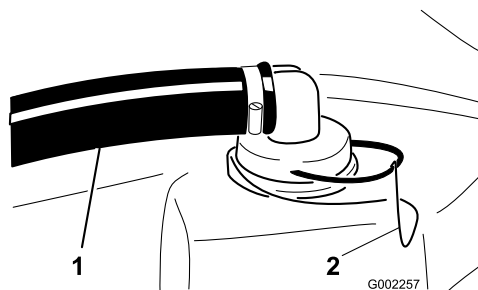

Bild 63
2. Nehmen Sie die Halterung von dem roten Anschluss ab, an den der dicke Schlauch oben am Behälter angeschlossen ist (Bild 63).
3. Schließen Sie den Schlauch vom Behälter ab (Bild 63).